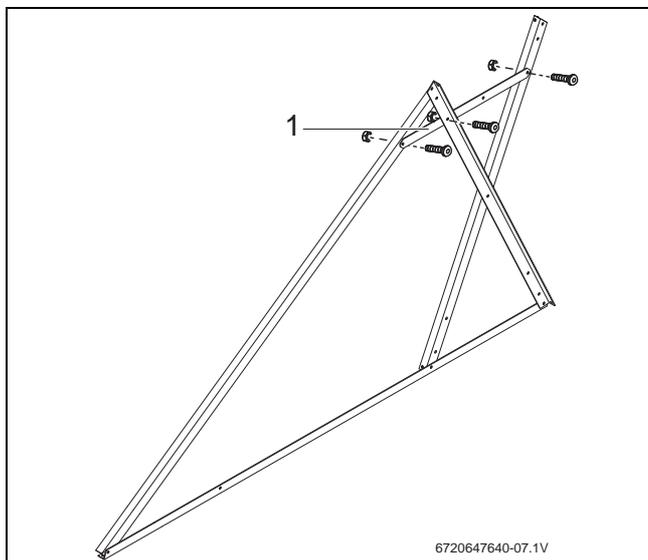

Fig. 12 Montar a barra transversal
- ▶ Aparafusar a barra transversal (Fig. 12, [1]) a ambas os perfis de suporte do acumulador e ao perfil de suporte do coletor.